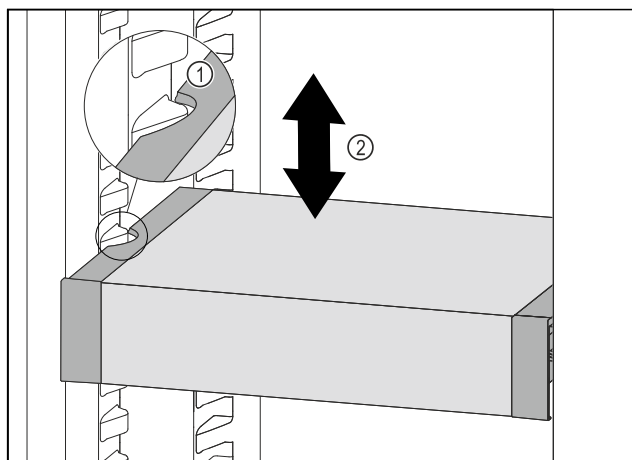

Fig. 171
- Træk VarioSafe fremefter, indtil udsparingerne i siden på VarioSafe er på niveau med beholderribben i kølesektionen. Fig. 171 (1)
- Flyt VarioSafe op eller ned i kølesektionen, indtil den ønskede højde er nået. Fig. 171 (2)